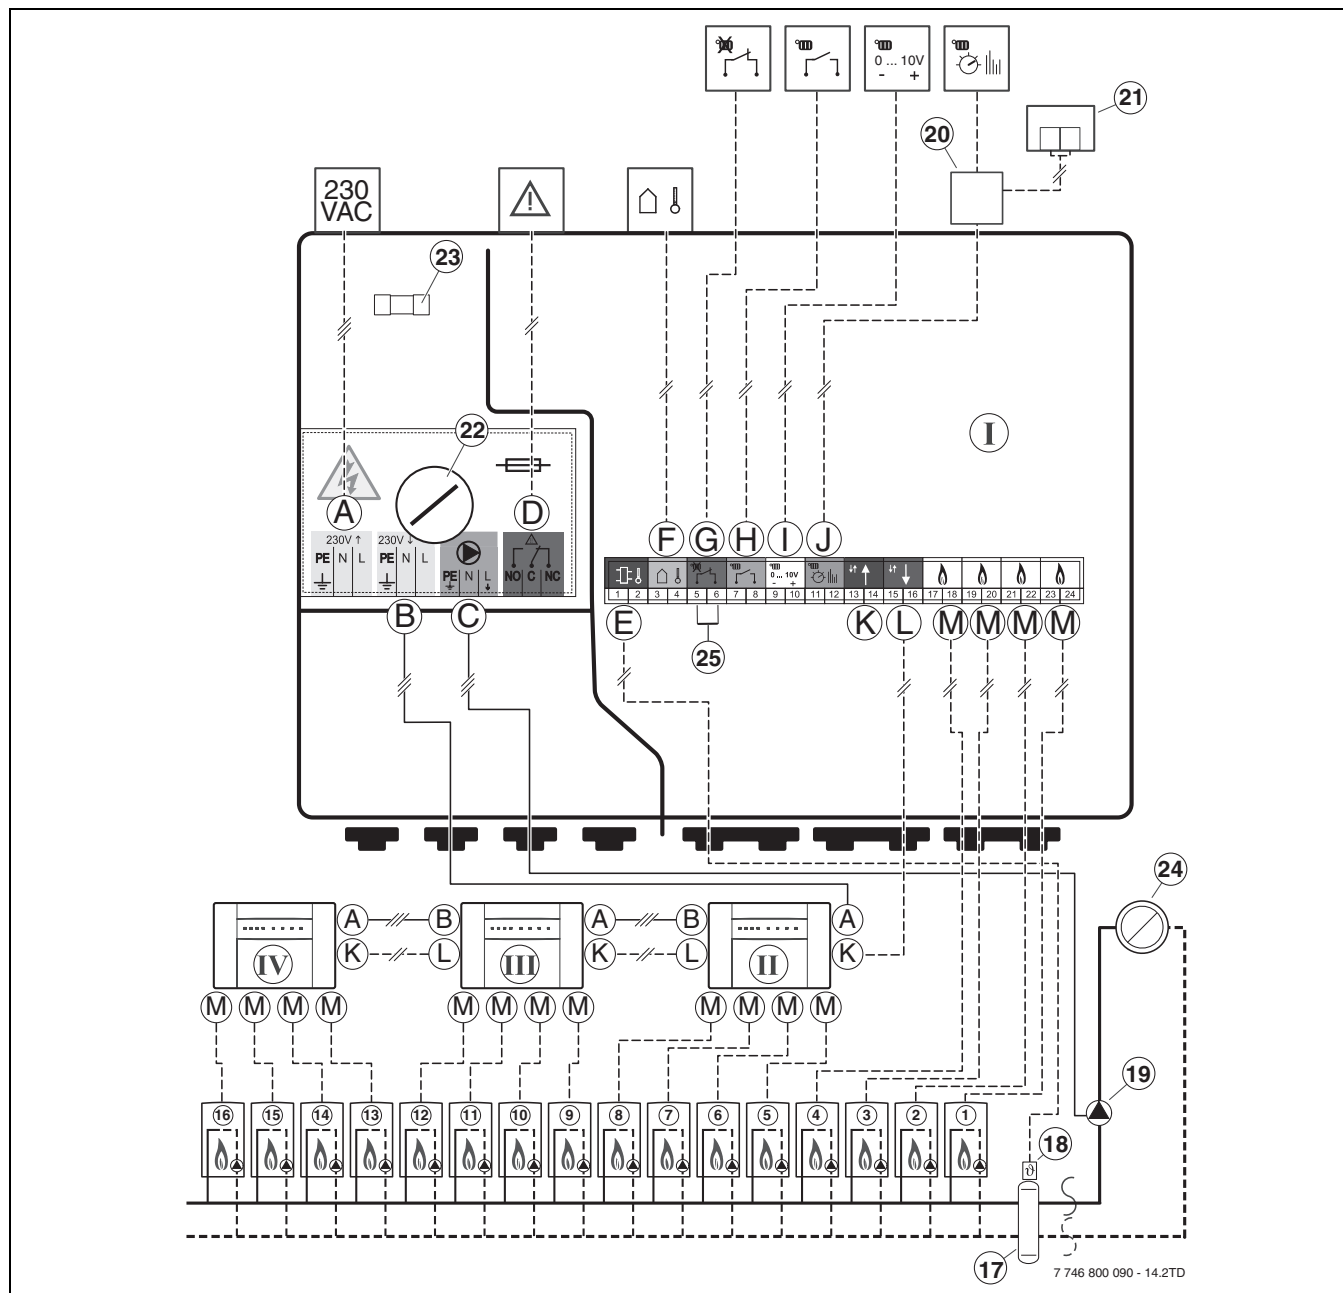

Bild 5
1) in Bild 5, Seite 10
Die Module ICM steuern die Heizgeräte entsprechend einem von einem Heizungsregler berechneten Wärmebedarf. Für die Regelung entsprechend dem Wärmebedarf müssen die Module ICM also immer in Verbindung mit einem Heizungsregler (→ Bild 5, Klemmen H, I oder J) installiert werden. In Abhängigkeit vom verwendeten Heizungsregler gibt es vier mögliche Systemvarianten (→ Tab. 5).
Von einem Modul ICM können maximal vier Heizgeräte gesteuert werden. Durch Kopplung von bis zu vier Modulen ICM können maximal 16 Heizgeräte in einer Kaskade zusammengeschaltet werden (→ Bild 5). Dabei übernimmt ein Modul ICM die Steuerung der Kaskade (ICM-Master).
Ein weiterer Vorteil dieser Systemvariante ist die Kommunikationsmöglichkeit der Module zur Ansteuerung der Heizkreise (IPM) mit dem Modul ICM über den gemeinsamen Bus parallel zum Anschluss J am Modul ICM (→ Bild 5, Seite 10). Hierdurch ist eine optimale Anpassung der produzierten Wärmemenge mit dem tatsächlichen Wärmebedarf aller Heizkreise der Heizungsanlage gewährleistet. Bei dieser Systemvariante erreicht die Heizungsanlage einen optimalen Komfort bei maximaler Energieeinsparung.
Eventuell vorhandene weitere Module, wie z. B. die Module IPM (→ Pos. 21 in Bild 5, Seite 10), müssen am BUS des Heizungsreglers (parallel zum Anschluss J am Modul ICM) angeschlossen werden.
Um Kontaktprobleme an den Klemmen im ICM-Master zu vermeiden, wird eine Abzweigdose empfohlen (→ Pos. 20 in Bild 5, Seite 10).
- ▶ Verdrahtung unbedingt entsprechend Anschlussplan herstellen (→ Bild 5, Seite 10).
(Anschlussplan → Bild 5, Seite 10):
In Verbindung mit einem Heizungsregler mit 2-Draht-BUS-Ansteuerung den Außentemperaturfühler AF 2 unbedingt am Modul ICM (ICM-Master) anschließen (→ Bild 5, Seite 10) nicht am Heizgerät.